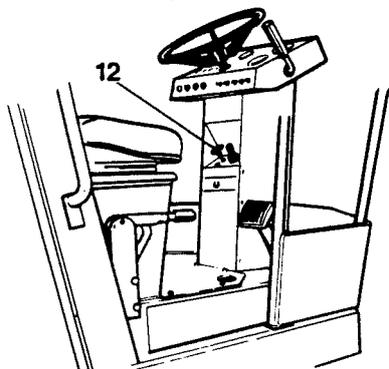

Fig. 3 Poste de conduite
- 1 Contrôler que la tirette d'arrêt (12), fig. 3, est entièrement enfoncée (ne concerne que DEUTZ et GM).